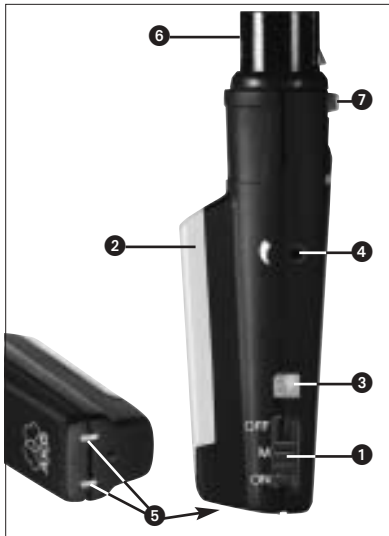

Fig. 1 : Eléments de commande du SO 40
2.5 Eléments de commande (Cf. Fig. 1)